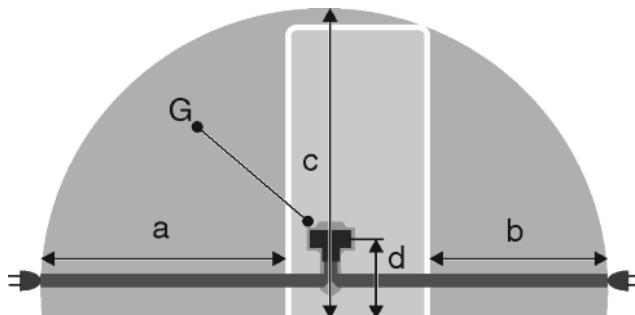

Fig. 25
- Розетка знаходиться за межами зони задньої стінки пристрою у заданому діапазоні Fig. 25 (a, b, c).
- Штекер пристрою Fig. 25 (G) вставити на задній стінці пристрою. Слід звернути увагу на належну фіксацію.